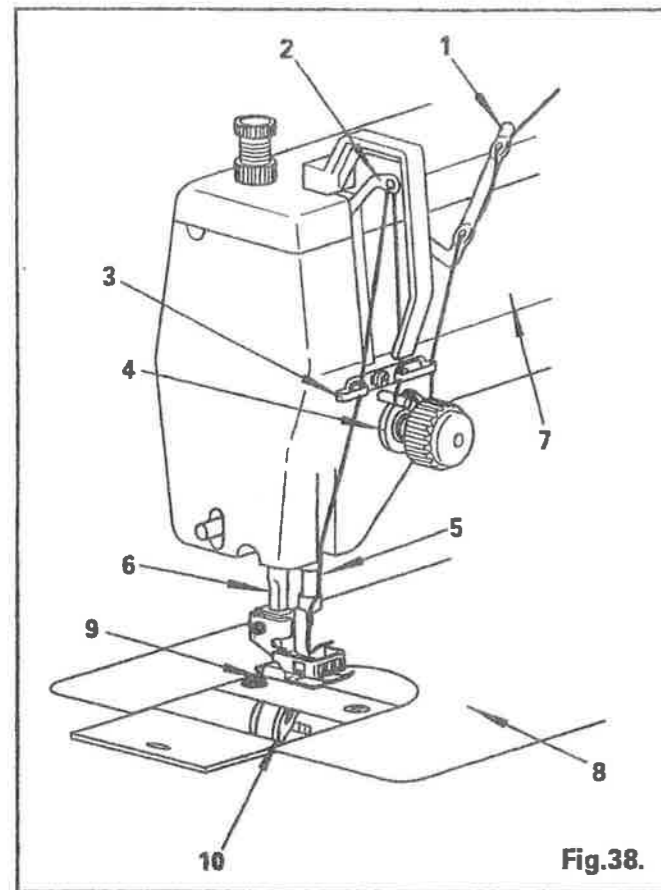

Fig. 38.
Con un paño suave, limpie (Ver Fig. 38):
Con una brocha, limpie (Ver Fig. 38):
- (1) Fadenbremse
- (2) Fadengeber
- (3) Fadenführung
- (4) Spannungsscheiben
- (5) Nadelstange
- (6) Stoffdrückerstange
- (7) Maschinenarm und Grundplatte (s. Fig. 38)
- (9) Transporteur
- (10) Umlaufgreifer und den Bereich unter der Stichplatte (s. Fig. 38).
With a soft cloth, clean; (See Fig. 38)
With a lint brush, clean; (See Fig. 38)